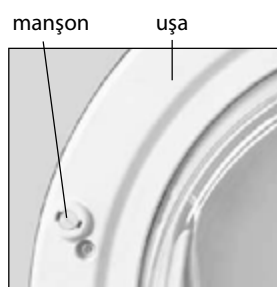

Figura 13
5.7.1 Blocarea ușii este prevăzută în unele modele de mașini, pentru a evita pornirea accidentală mașinii, spre exemplu de către copiii. Pentru a bloca ușa de la închidere, rotiți manșonul așa cum se arată în Figura 13, cu o șurubelniță în sensul ceasornic până când se oprește - fișa iese înainte și nu va permite ca ușa să se închidă. Pentru a debloca ușa înainte de spălare trebuie să acționați în ordine inversă.